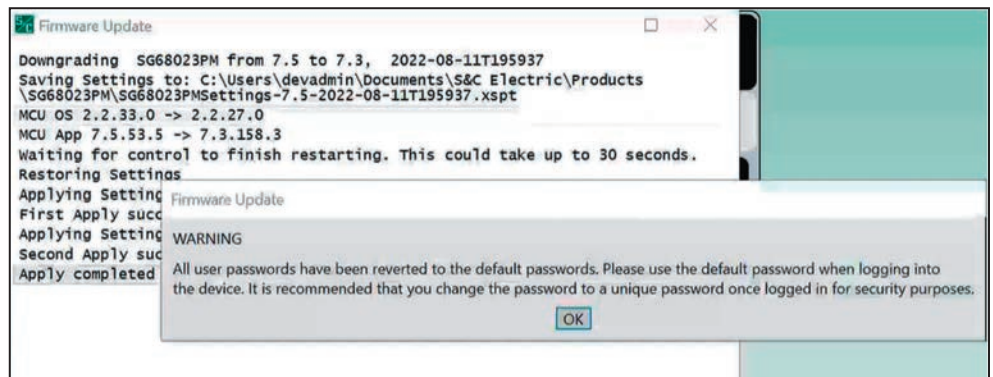

Figura 49. El mensaje que aparece tras revertir las contraseñas a los valores predeterminados una vez finalizado un proceso de downgrade.
**PASO 17.** Al pasar de una versión de software 7.3.100 o posterior a una versión 7.3.x o anterior, aparecerá un mensaje indicando que las contraseñas se restablecerán a los valores predeterminados una vez finalizado el proceso de cambio. Haga clic en el botón **Aceptar** para continuar. Ver Figura 49.